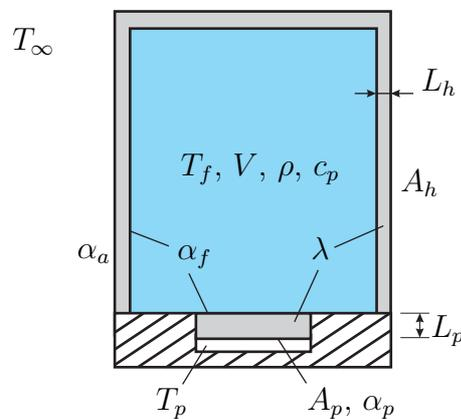

Abbildung 4: Beheizter Tank.
4. Ein Tank mit dem Volumen V ist vollständig mit einer Flüssigkeit gefüllt, welche die homogene Dichte ρ und Wärmekapazität c_p aufweist. Diese wird mit einer im ideal isolierten Boden eingelassenen Heizplatte erwärmt, die durch eine geeignete Temperaturregelung auf der konstanten Temperatur T_p gehalten wird, siehe Abbildung 4. Zwischen der Heizplatte und der Flüssigkeit wird Wärme über eine Trennschicht ausgetauscht, die über ihre gesamte Dicke L_p die Wärmeleitfähigkeit λ besitzt und die Wärmeübergangskoeffizienten α_p an der Kontaktfläche A_p zur Heizplatte und α_f an der Kontaktfläche zur Flüssigkeit aufweist. Außerdem wird durch die Hülle des Tanks Wärme zwischen der Flüssigkeit und der umgebenden Luft ausgetauscht, welche die feste Temperatur T_∞ hat. Die Hülle hat über die gesamte Dicke L_h die Wärmeleitfähigkeit λ und besitzt an der Kontaktfläche A_h zur Luft den Wärmeübergangskoeffizient α_h und den Wärmeübergangskoeffizient α_f an der Kontaktfläche zur Flüssigkeit. Es kann angenommen werden, dass die Oberfläche an der Innenseite und Außenseite der Hülle gleich groß ist. Betrachten Sie folgende Größen als gegeben: $T_\infty, T_p, V, \rho, c_p, \alpha_f, \alpha_a, \alpha_p, \lambda, A_p, A_h, L_h, L_p$